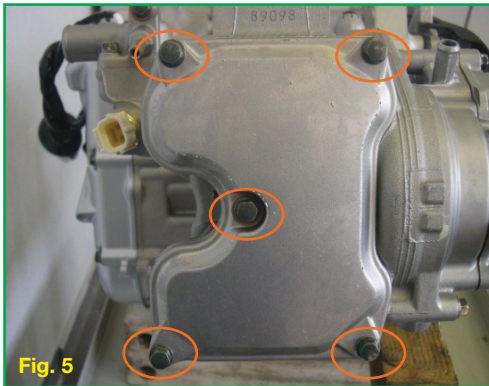

Fig. 5
- Retirer le couvercle des poussoirs (n° 5 vis M6) (Fig. 5).
- Reposer le couvercle des soupapes (Fig. 5) le joint en cuivre sous la vis centrale.